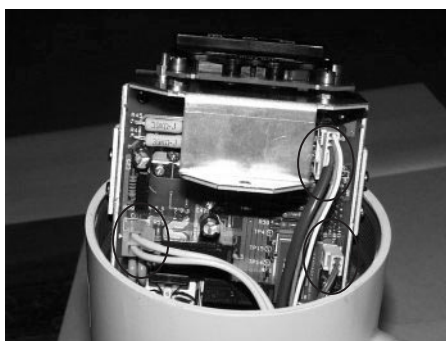

Рисунок 11.8 Расположение соединителей
- (4) Отсоедините три соединителя от печатной платы, как показано на Рис. 11.8, удерживая за корпус соединителя. Не тяните за провод для снятия соединителей, иначе может произойти полное отсоединение.